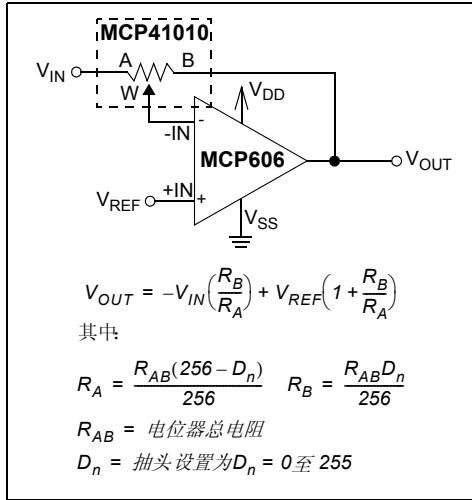
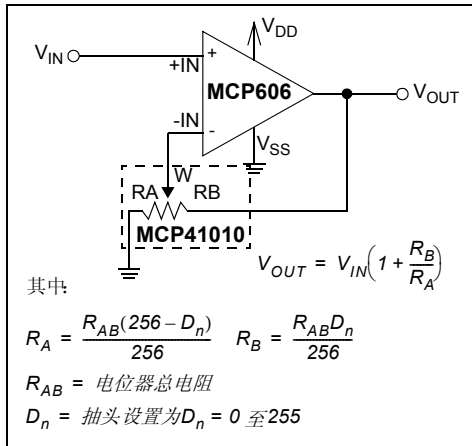
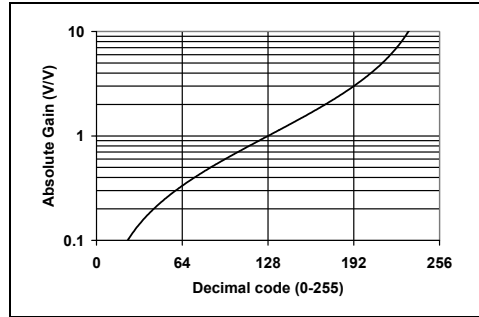
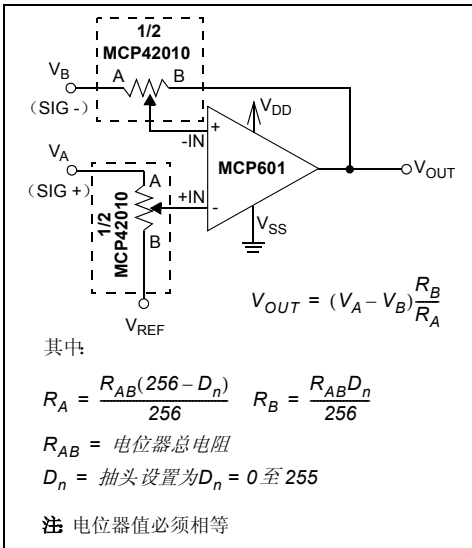

图 4-4: 使用数字电位器的单电源可编程反相增益放大器
图 4-5: 单电源可编程正相增益放大器
图 4-6: 反相和差动放大器电路的增益—编码曲线
图 4-7: 使用数字电位器的单电源可编程差分放大器
电位器常用于调整系统参考电压电平或增益。可通过多种方法实现使用数字电位器的可编程增益电路。图 4-4 给出了一个单电源、反相增益放大器的示例。由于放大器输入阻抗比较高，因此在传递函数中没有包含抽头电阻。单电源、非反相增益配置可以使用图 4-5 给出的电路。
为了使电路正常工作，需要注意某些事项。要进行线性运算，模拟输入和输出信号必须在电位器的  $V_{SS}$  至  $V_{DD}$  范围内，且必须在运放的输入和输出轨之间。图 4-4 中的电路要求放大器非相输入端虚拟接地或接参考输入。请参见应用笔记 AN682 “Using Single-Supply Operational Amplifiers in Embedded Systems” (DS00682) 了解更多详情。在上电或复位 (RS) 时，电阻被置为半量程，且  $R_A$  和  $R_B$  匹配。从电路传递函数可以得出增益是 -1 V/V。随着编码增加抽头向 A 端移动，增益逐渐提高。相反地，当抽头移向 B 端时，增益逐渐减少。图 4-6 显示了编码和增益的关系。注意十进制编码 128 附近的伪对数增益。随着抽头靠近任一端，增益急剧增大。因为在编码的极大或极小处  $R_A$  和  $R_B$  的不匹配度较高，抽头的微小位置变化均会对增益产生重大影响。如图 4-3 所示，建议增益在 0.1 至 10 V/V 间。
图 4-7 给出了一个使用数字电位器的差动输入放大器示例。为了保持传递函数，必须将两个电位器的代码编程为相同的值。该电路可利用双通道器件的通道电阻匹配优势。由于电位器温度系数小，该电路能在不同温度下稳定工作。图 4-6 给出了电路增益与编码之间的关系。随着抽头靠近任一端，增益急剧增大。建议该电路的增益在 0.1 至 10 V/V 间。